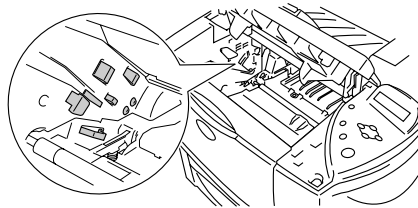

Figura 5-23
- Para evitar que se produzcan daños en la impresora por electricidad estática, no toque los electrodos que se muestran en la figura 5-23.